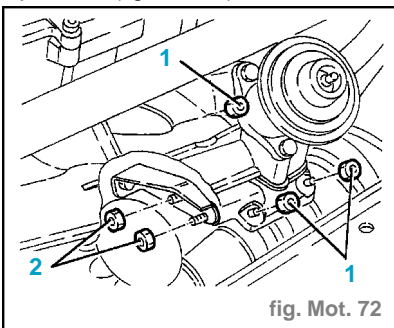

fig. Mot. 72
- Déconnecter du thermostat le tuyau (2) de refoulement du liquide de refroidissement à l'échangeur de chaleur air-huile.
- Déconnecter le raccord électrique (3) du capteur de température moteur.
- Déconnecter le raccord électrique (4) du transmetteur pour le thermomètre et voyant de la température de l'eau du moteur.
- Déconnecter du thermostat la tuyauterie (5) de refoulement du liquide de refroidissement au réchauffeur du système de climatisation.
- Dévisser les trois boulons (1) du collecteur de décharge au turbocompresseur. (fig. Mot. 72)